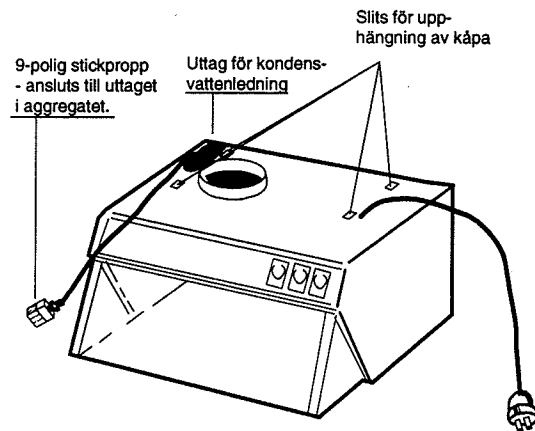

Fig. 2
5. Lägg kabeln med det 9-poliga donet över fronten, se fig 2.
6. Lägg nätkabeln över högra sidan, se fig 2.